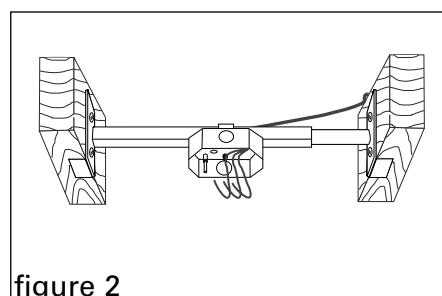

figure 2
2. Dévissez les contre-écrous qui brident la boîte électrique à la barre et faites glisser la boîte à l'emplacement désiré (tube extérieur de la barre seulement). Voir figure 2. Resserrez bien les contre-écrous. Tirez le fil à l'intérieur de la boîte à l'aide du serre-câble. **Ne pas trop serrer. Serrez manuellement seulement.** N'UTILISEZ PAS D'OUTILS MÉCANIQUES POUR SERRER.